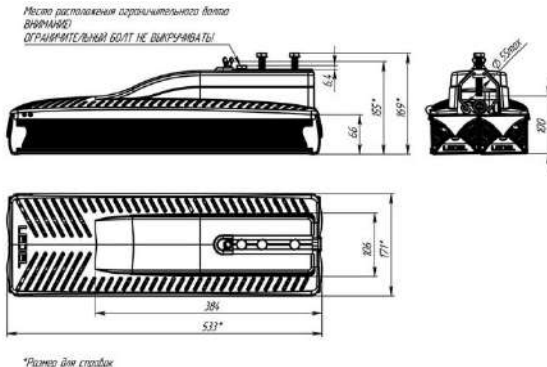

Рисунок 1 Габаритные размеры светильника «L-street 48 Premium»
1. Ослабить фиксирующие болты (кроме ограничительного болта, см. рис. 1);